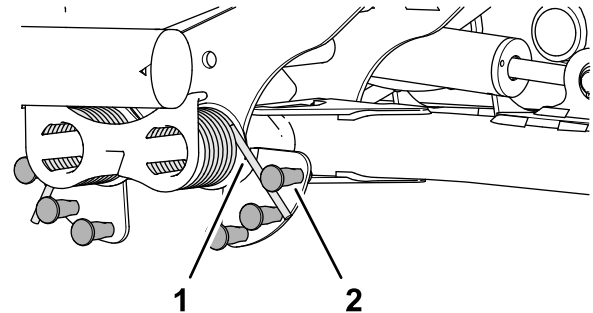

Figura 50
2. Introduzca el extremo largo del muelle de contrapeso en un tubo u otro objeto similar, y gire el muelle alrededor del espárrago de cuello largo a la posición deseada (Figura 50).